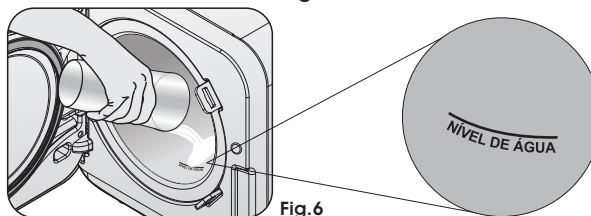

Fig. 6
- c► Use el vaso (fig. 6) para colocar la cantidad correcta de **agua destilada** directamente en la cámara (recipiente de presión) **hasta que alcance la marca de 'nivel del agua'**.